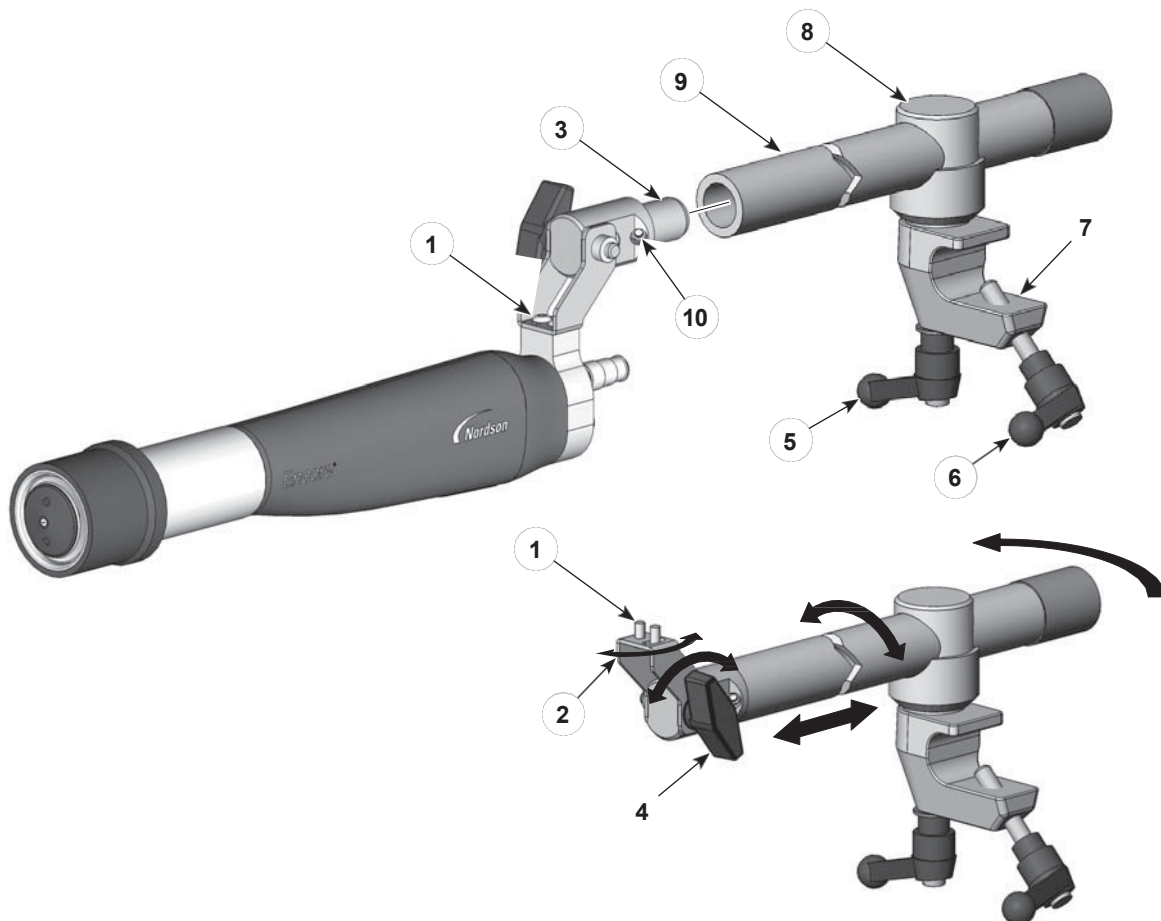
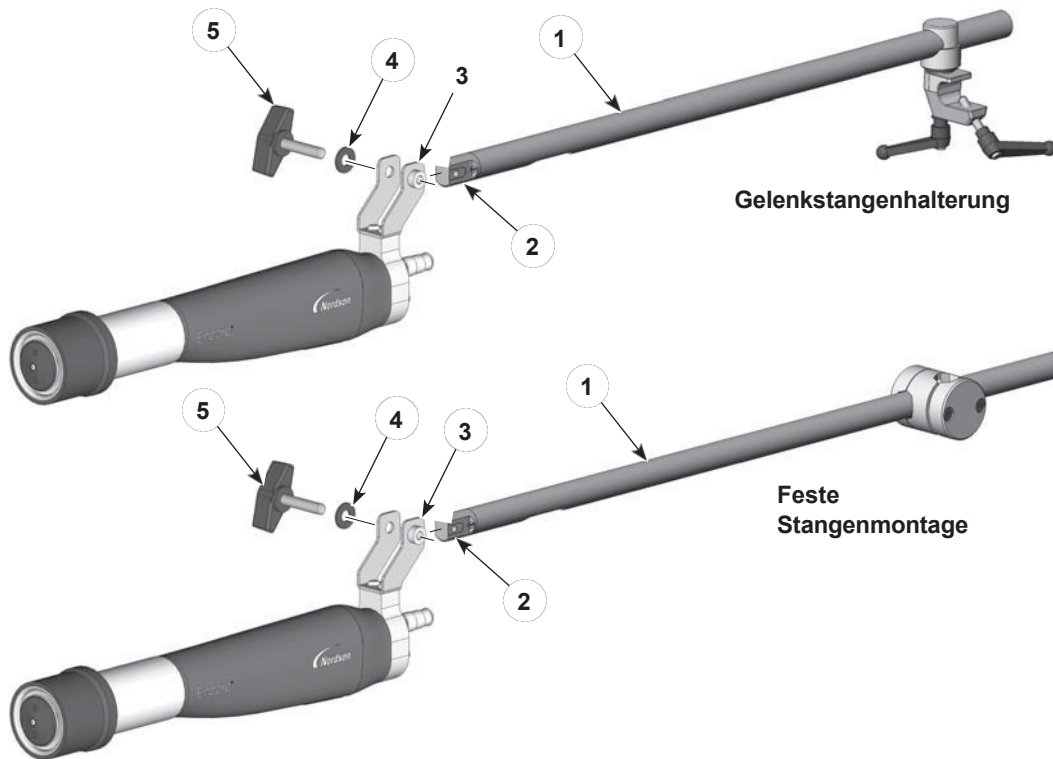
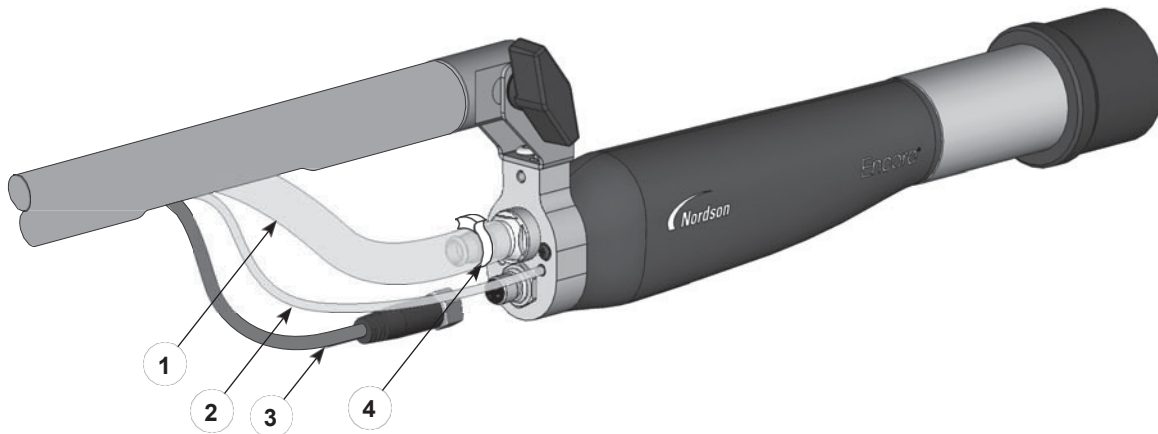

Abbildung 3 Standard Gelenkstangenmontage der Pistole
Abbildung 4 Optionale
Abbildung 5 Anschlüsse der Pistole
1. Siehe Abbildung 3. Setzen Sie den Rohradapter (3) in das Ende der Einstellstange (9) ein und sichern Sie ihn durch Anziehen der Stellschraube (10) mit einem 4-mm-Inbusschlüssel.
- Um die Pistolenspitze von einer Seite zur anderen zu bewegen, lösen Sie die rechte Knopfschraube (1).
- Um die Pistolenspitze nach oben oder unten zu neigen, lösen Sie den Neigungsknopf (4).
- Um die Einstellstange zu drehen oder nach vorne oder hinten zu schieben, lösen Sie den Feststellgriff (5).
2. Setzen Sie die Klemme (7) auf eine 1-Zoll-Montagestange und ziehen Sie den Klemmengriff (6) fest.
3. Bündeln Sie den Pulverschlauch, den 4-mm-Klarsicht-Elektroden-Luftspülschlauch und das Pistolenkabel und befestigen Sie sie mit Nordson-Klettbindern an der Verstellstange. Verbinden Sie sie mit der Spritzpistole wie in Abbildung 5 gezeigt.
Siehe Abbildung 4. Diese optionalen Stangenmontagesätze haben Einstellstangen (1) mit großem Innendurchmesser, durch die der Pulverschlauch, die Luftschläuche und das Pistolenkabel geführt werden können. Der mit der Spritzpistole gelieferte Rohradapter (2) kann mit diesen Kits nicht verwendet werden. Er muss gegen den mit den Kits gelieferten Rohradapter ausgetauscht werden.
1. Schrauben Sie den Knopf und die Unterlegscheibe (5, 4) von der Pistolenhalterung (3) ab und entfernen Sie sie.
3. Schieben Sie das Ende des optionalen Rohradapters (2) in die Pistolenhalterung und richten Sie das Loch im Ende des Rohradapters mit den Löchern in der Pistolenhalterung aus.
5. Siehe Abbildung 5. Ziehen Sie (in der folgenden Reihenfolge) das Pistolenkabel, den 4-mm-Klarsicht-Elektroden-Luftspülschlauch und den Pulverschlauch durch das Endmontagerohr und aus der Aussparung. Schließen Sie sie wie in Abbildung 5 gezeigt an die Spritzpistole an.